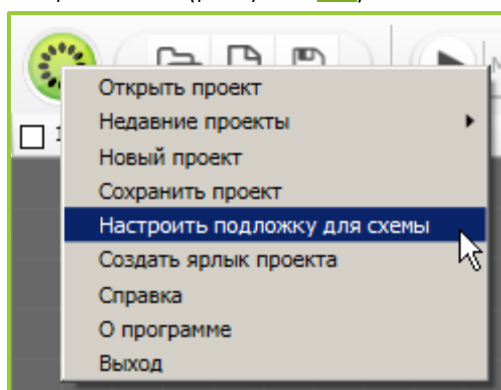
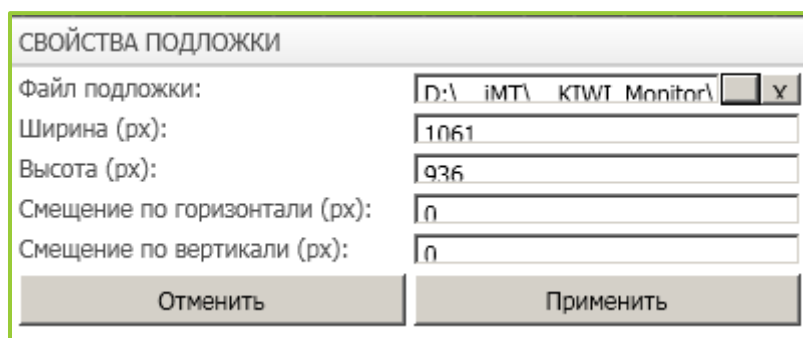
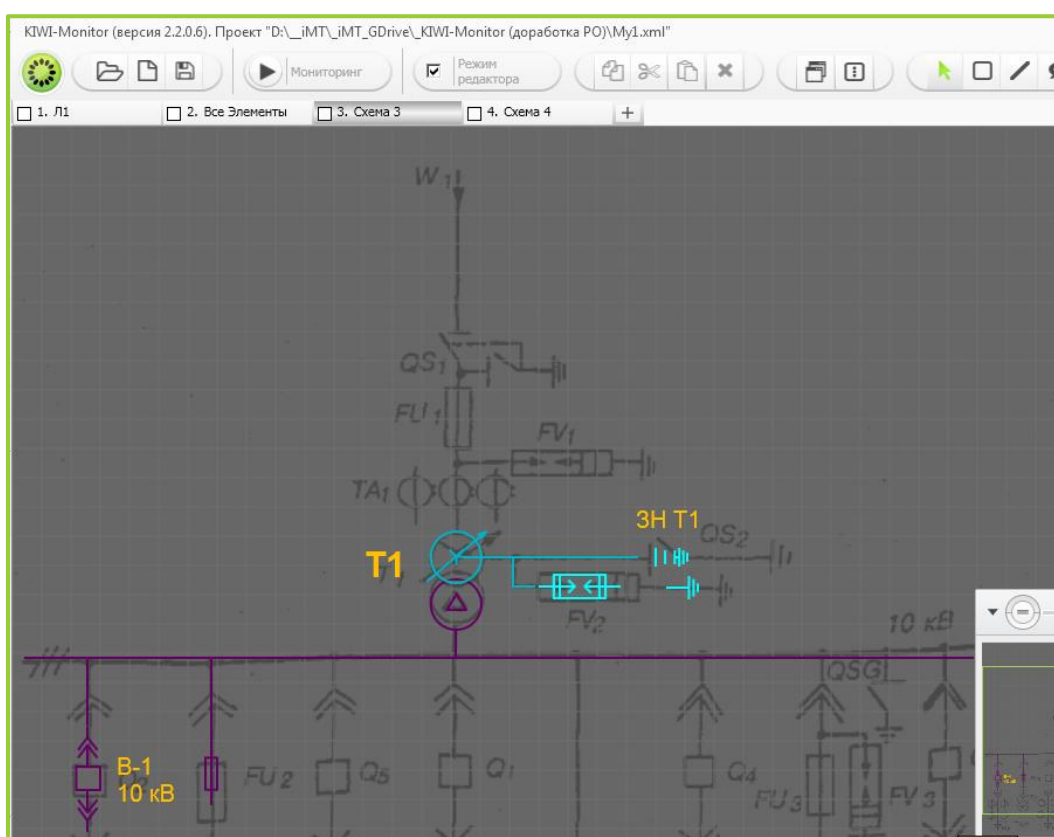
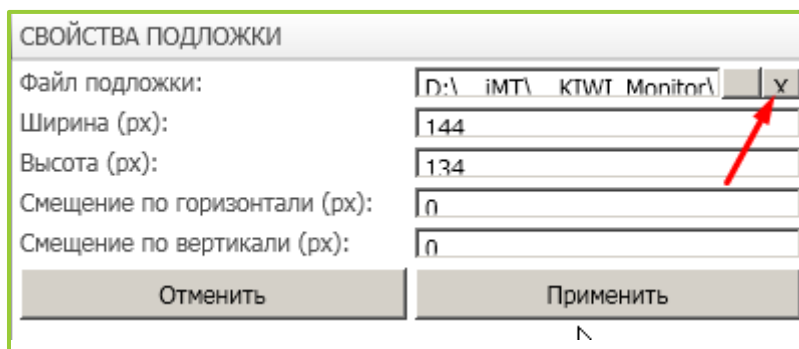

Рисунок 6.3 – Пункт «**Настроить подложку для схемы**»
Рисунок 6.4 – Выбор файла и задание свойств подложки
Рисунок 6.5 – Пример создания схемы с загруженной подложкой
Рисунок 6.6 – Удаление подложки
Для удобства редактирования в программе реализована возможность загружать подложку под рабочее пространство – можно загрузить чертёж и производить вырисовку схемы поверх него. Для загрузки подложки необходимо выбрать пункт «**Настроить подложку для схемы**» в главном меню программы (рисунок 6.3) и в открывшемся диалоговом окне (рисунок 6.4) нажать кнопку выбора файла подложки (справа от поля имени файла подложки), выбрать нужный файл на ПК и, при необходимости, изменить размер изображения (для соответствия масштаба элементов схемы и элементов на изображении подложки) и / или задать смещение подложки относительно левого верхнего угла рабочего пространства. После этого на рабочем пространстве появится выбранное изображение (рисунок 6.5).
6.1.5 Для удаления подложки с рабочего пространства необходимо снова выбрать пункт «**Настроить подложку для схемы**» в главном меню программы (рисунок 6.3) и в открывшемся диалоговом окне нажать кнопку «X» рядом с полем выбора файла подложки (рисунок 6.6).